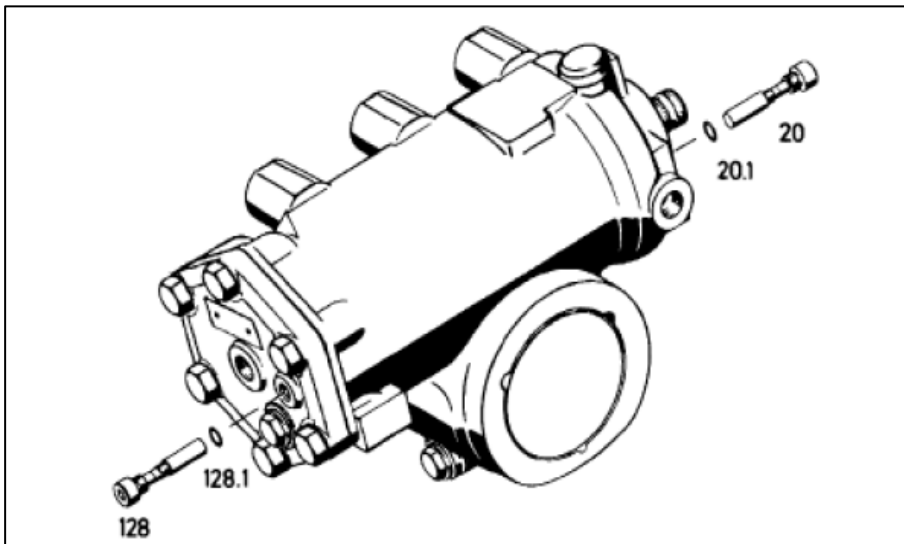

FIGURE 1 : VIS 128 & 20 – CONSULTER LE MANUEL RB ROBERT BOSCH SERVOCOM - SERVICE MANUAL (8090)
2. Dévisser et enlever les vis (item128 - 20, FIGURE 1).
2. Graisser le joint torique (item 128.1 - 20.1, , FIGURE 1).
3. Visser de nouvelles vis d'ajustement (item 128 & 20, FIGURE 1) (serrage : 12+3 Nm / 9+2 lbs-ft).